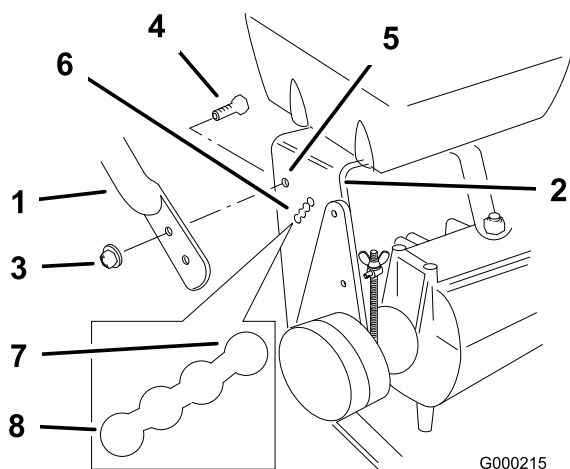

Figura 21
- Afloje los pernos con arandela prensada superiores (3/8 x 1-1/4 pulg.) y la tuerca con arandela prensada que sujetan el manillar al bastidor trasero (Figura 21).
- Retire los pernos con arandela prensada inferiores (3/8 x 1 pulgada) y las tuercas con arandela prensada que sujetan el manillar al bastidor trasero (Figura 21).